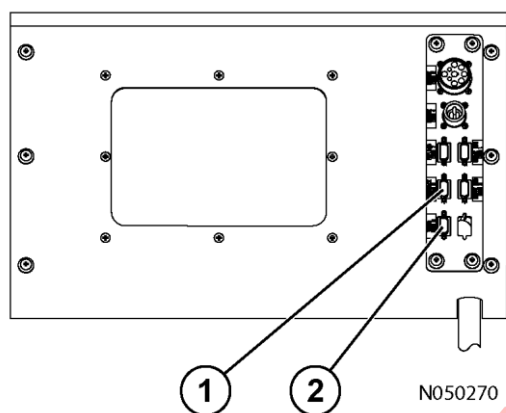

FIGURA 12-5. PUERTOS DE DIAGNOSTICO
4. Conecte el cable serial KOMTRAX Plus al puerto de diagnóstico de la máquina (2, FIGURA 12-5), y el otro extremo al puerto serie de la computadora portátil de PC.
8. Conecte el cable serial KOMTRAX Plus al puerto de diagnóstico del IM de la máquina (1, FIGURA 12-5) y el otro extremo al puerto serie de la computadora portátil de PC.